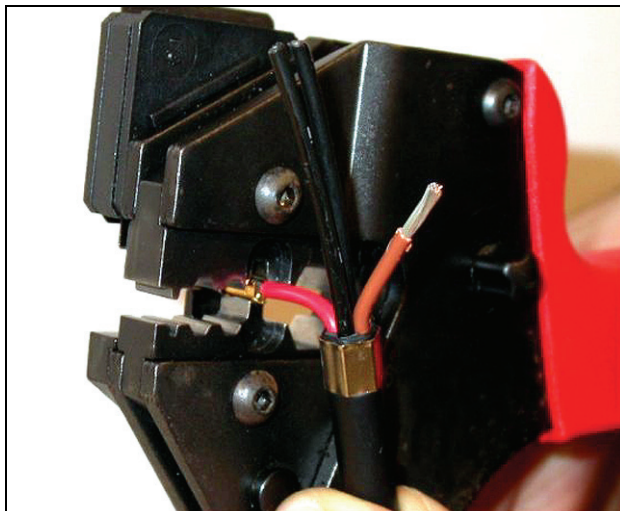

Abb. 29.14: Quetschen eines Buchsenkontakts (2)
- 11 Einen der abgezogenen Kupferdrähte in den Kontaktbereich des Buchsenkontakts schieben und die Crimp-Zange schließen, um damit den Buchsenkontakt auf das Kupferkabel zu drücken (siehe Abb. 29.14).